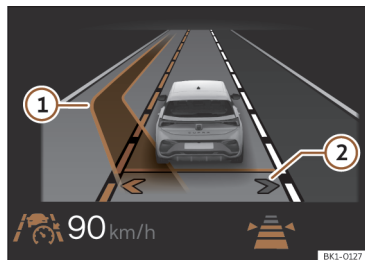

Fig. 136 No ecrã do painel de instrumentos: visualização da mudança de faixa de rodagem assistida (representação esquemática).
Ativa-se a mudança de faixa de rodagem assistida. As setas da sua própria faixa no ecrã do painel de instrumentos mostram-se em cinzeno >>> **Fig. 136 ②**
instrumentos junto à faixa do condutor. A seta do lado da faixa correspondente aparece em branco >>> **Fig. 136 ②**.